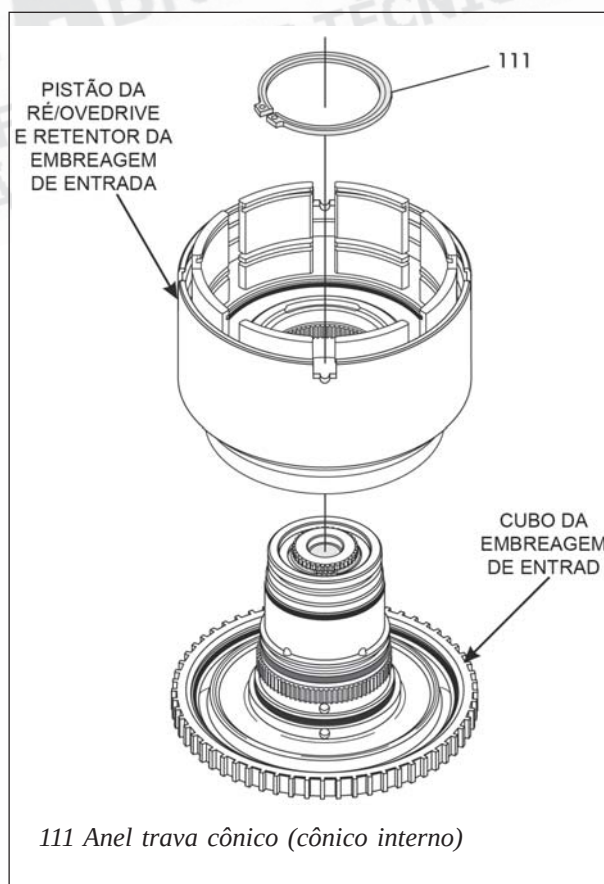

Figura 183
15. Lubrifique os anéis O-ring e vedadores labiais no cubo da embreagem de entrada e instale o conjunto do retentor das embreagens de Ré/Overdrive e de entrada no cubo da embreagem de entrada, conforme mostra a figura 183.
17. Instale o anel trava cônico com seu cônico interno voltado para cima, conforme mostra a figura 183, e o olhal na cavidade do retentor da embreagem de entrada.